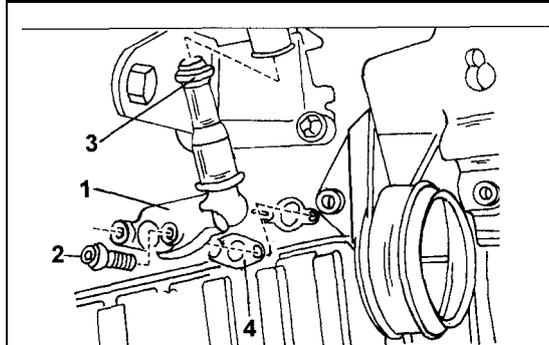

Bild 234
- Die Ölschmierungsleitung in Bild 234 an den gezeigten Stellen abschrauben. Diese ist mit Überwurf-